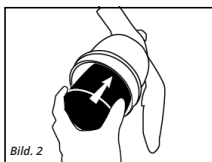

Bild. 2
4. Platzieren Sie die Gaskartusche in dem Kartuschenfach. [Bild 2]